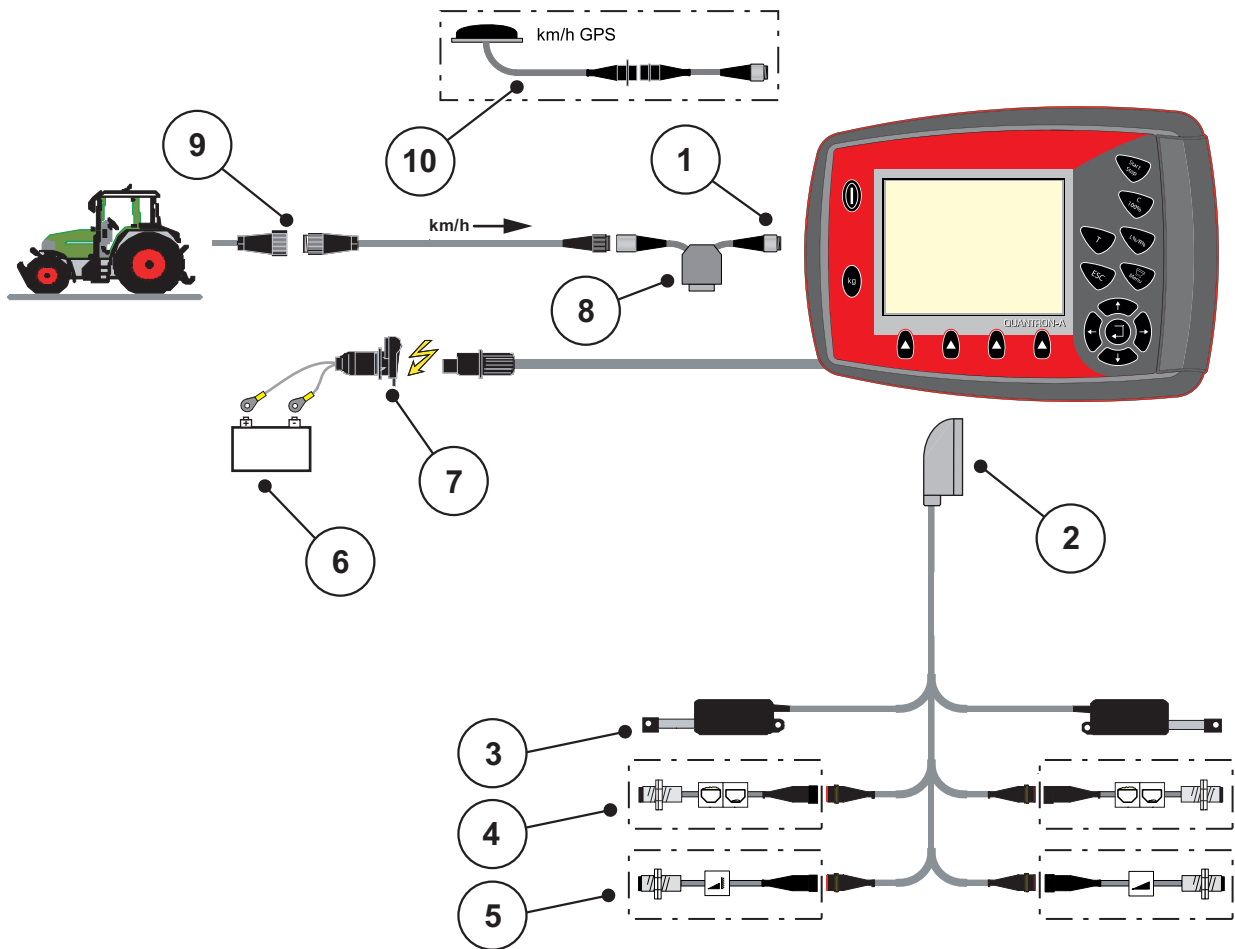
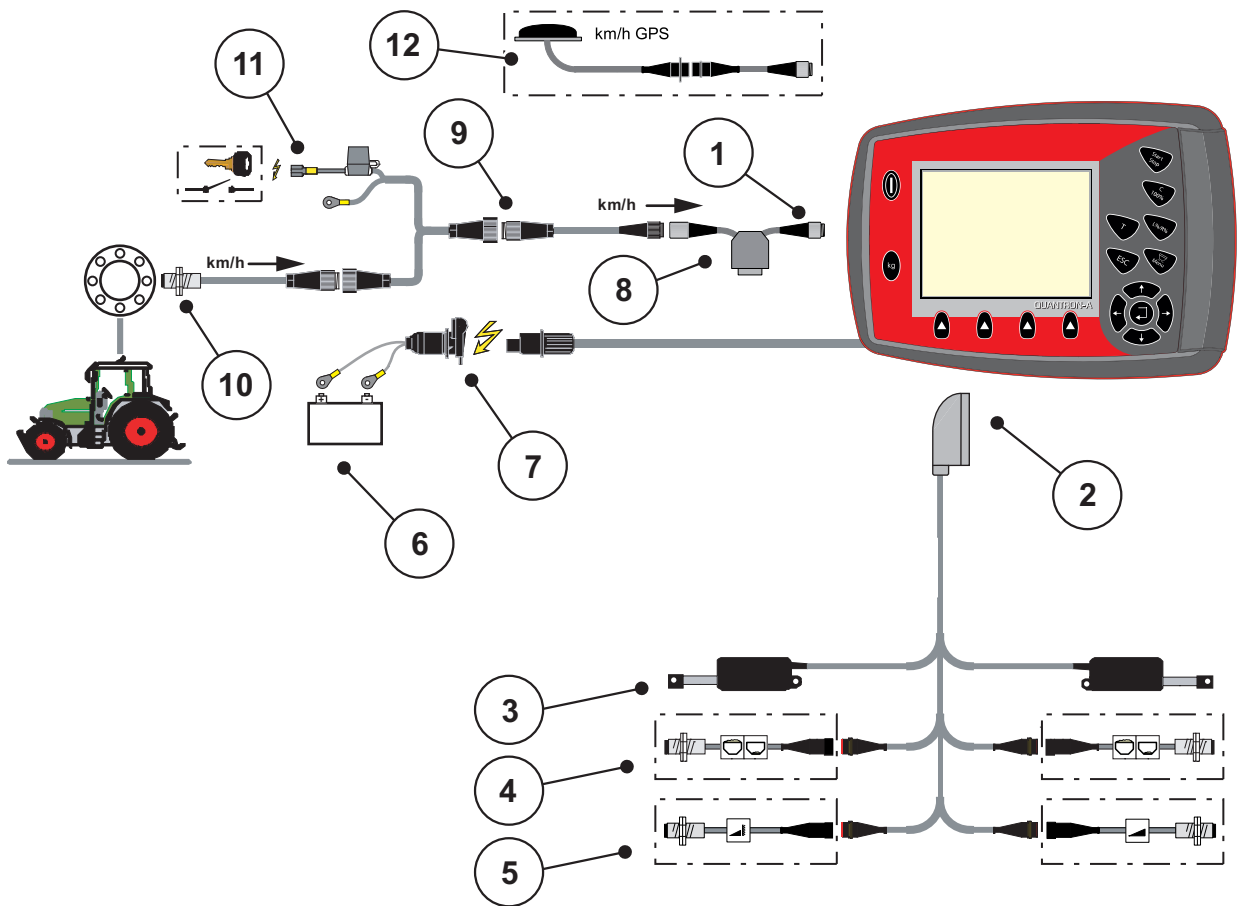

図 3.3: QUANTRON-A 標準接続図
図 3.5: QUANTRON-A の接続図
- 操作ユニットを7極のソケットまたは車速センサーに接続します（仕様に応じて 図 3.3 ~ 図 3.5 を参照）。